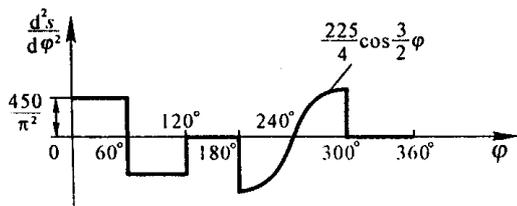

图 1
4. 凸轮机构从动件运动规律选择原则为：① 满足机器的工作需要，② 考虑机器的工作平稳性，③ 考虑凸轮实际轮廓线便于加工。
6. 根据图 1 所示的 $\frac{d^2s}{d\varphi^2} - \varphi$ 运动线图，可判断从动件的推程运动是 等加速等减速运动规律，从动件的回程运动是 简谐运动规律。